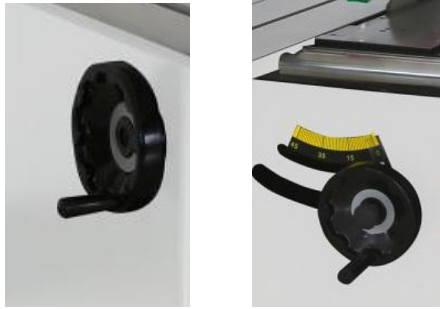

Abb. 23: Handrad für die Einstellung des Neigungswinkels (links)
Schritt 1: Den Klemmhebel für das Handrad für die Einstellung des Sägeblatt-Neigungswinkels (Abb. 23, links) lösen.
Schritt 2: Mit dem Handrad den gewünschten Neigungswinkel des Sägeblatts mit Hilfe der Skala (Abb. 23, rechts) einstellen. Danach das Handrad mit dem Klemmhebel wieder arretieren.